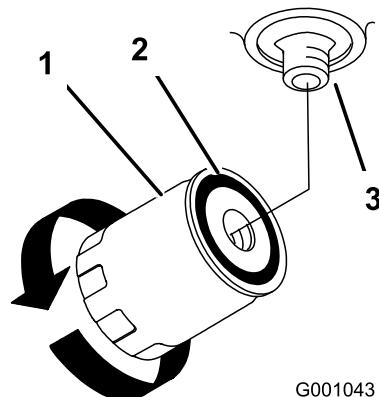

Figura 74
4. Retire el filtro usado y límpie con un paño la superficie de la junta del adaptador del filtro (Figura 74).
6. Instale el filtro hidráulico nuevo en el adaptador del filtro. Gire el filtro en el sentido de las agujas del reloj hasta que la junta de goma entre en contacto con el adaptador del filtro, luego apriete el filtro media vuelta más (Figura 74).